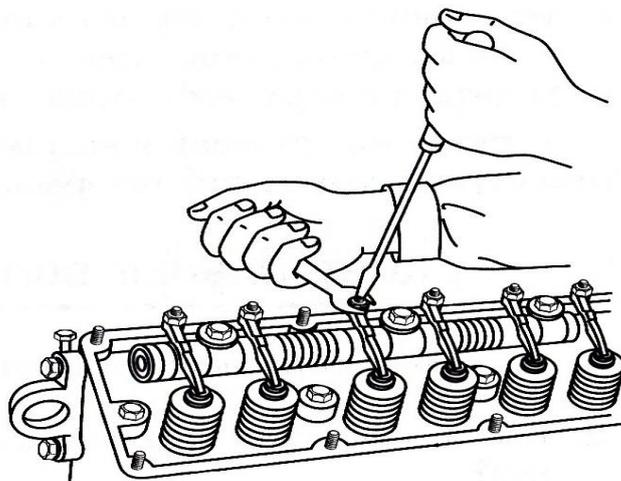

Рис. 3. Выполнение регулировки теплового зазора в клапанах.
- ослабить гайку регулировочного винта и, вставив в зазор щуп требуемой толщины, посредством вращения винта отверткой установить требуемый зазор (рис. 3);